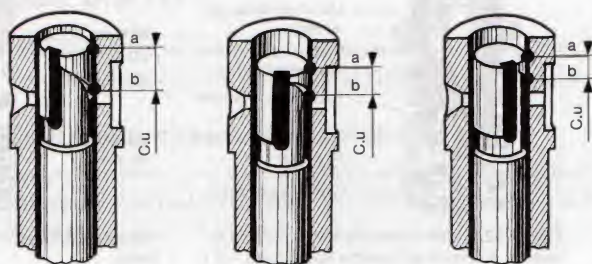

Figure 32.3. Course utile, selon orientation du piston
C'est la course comprise entre l'ouverture de la *soupape* de refoulement et la fin de refoulement (libération de l'orifice de *décharge* par la partie inférieure de la rampe du *piston*) (fig. 32.3).
- La quantité de carburant refoulée dépend du temps pendant lequel le piston couvre l'orifice de *décharge* O1 ; c'est la « course utile » (fig. 32.3).